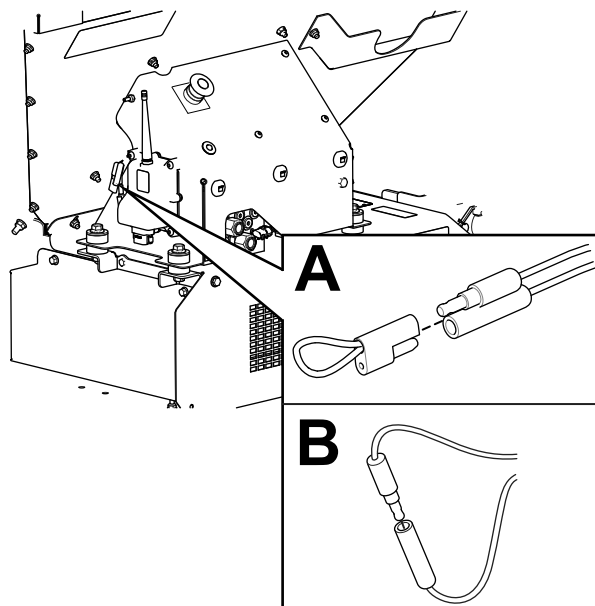

Figura 63
2. Staccate il cappuccio fisso dei 2 connettori di derivazione di diagnostica (Figura 63, A).
3. Collegate tra loro i connettori di derivazione diagnostici (Figura 63, B).
2. Scollegate i connettori di derivazione diagnostici (Figura 63, B).
3. Spingete il tappo collegato sui 2 connettori di derivazione diagnostici (Figura 63, A).